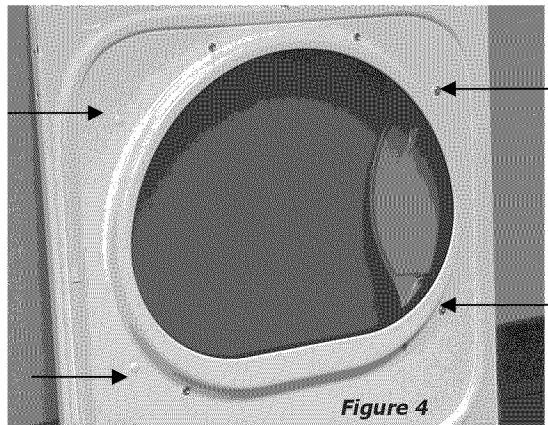

Figure 4
- Enlevez deux (2) vis de la poignée et deux (2) bouchons de la Porte. (Figure 4)